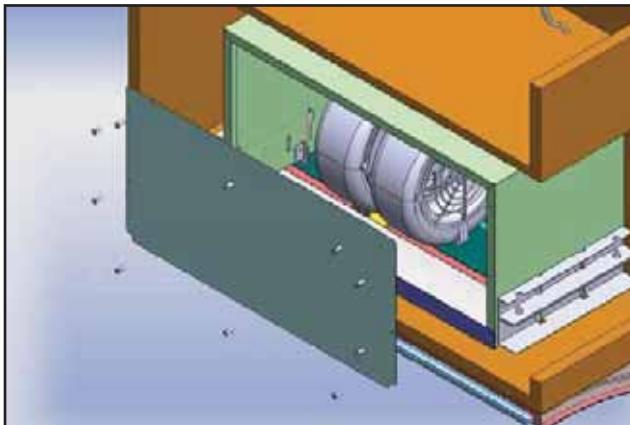

Fig.3
- 2) Dévissez les (10) vis du panneau avant et laissez le panneau de côté, Fig.3. Vous aurez maintenant accès à l'intérieur de la hotte.